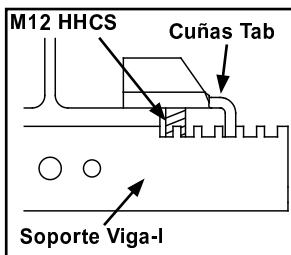

Figura 3-66A
Paso 4. Coloque la cuña sobre el patín inferior. Vea Figura 3-66A.
Paso 5. Deslice cuñas hacia el alma de la Viga hasta que hagan contacto con los lados del Patín de a Viga. Vea Figura 3-66A.